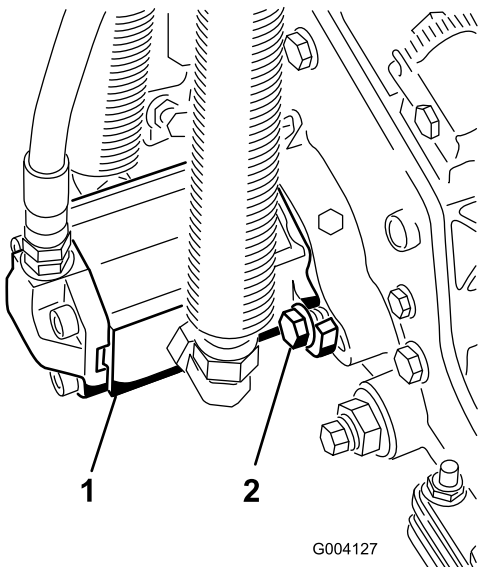

Figure 14
- Montez le moteur en le tournant dans le sens horaire jusqu'à ce que les brides passent les boulons (Figure 14).